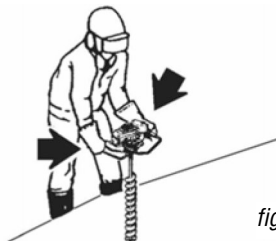

fig. 3
1. Conservez une prise solide en tout temps, mais n'exercez pas une pression constante et excessive sur les poignées. (fig. 3).